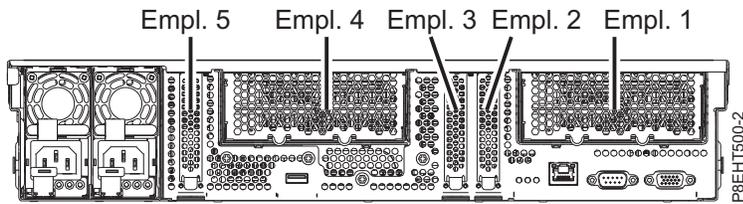

Figure 36. Vue arrière d'un système 8335-GCA ou 8335-GTA avec emplacements PCIe indiqués
2. Choisissez l'emplacement approprié pour la carte PCIe. Voir figure 36, à la page 35.